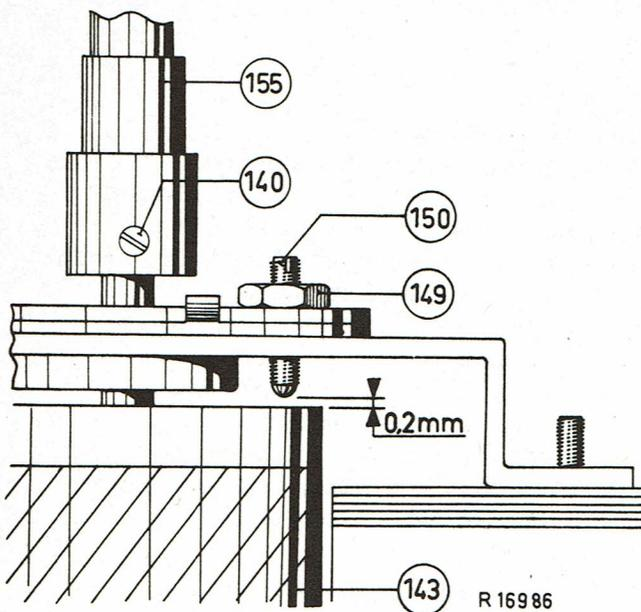

Fig.7
La vis de réglage pos. 150 limite la course axiale du rotor. La distance entre l'extrémité de cette vis de réglage et le rotor doit être 0,2 mm. Ceci peut donc être ajusté avec les mêmes gabarits d'ajustage. (fig.7)